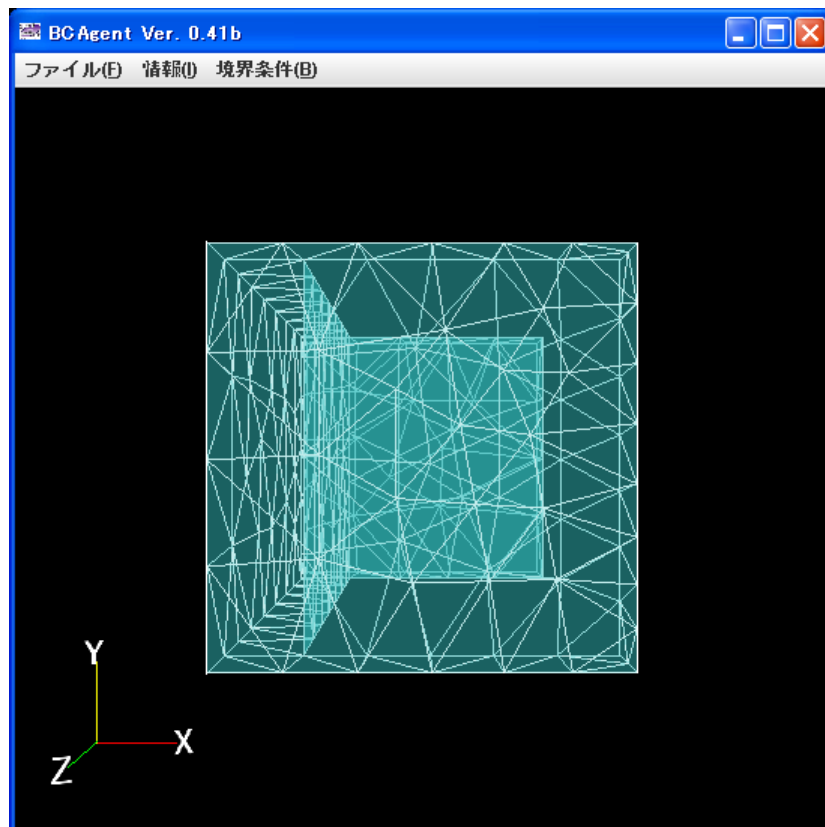
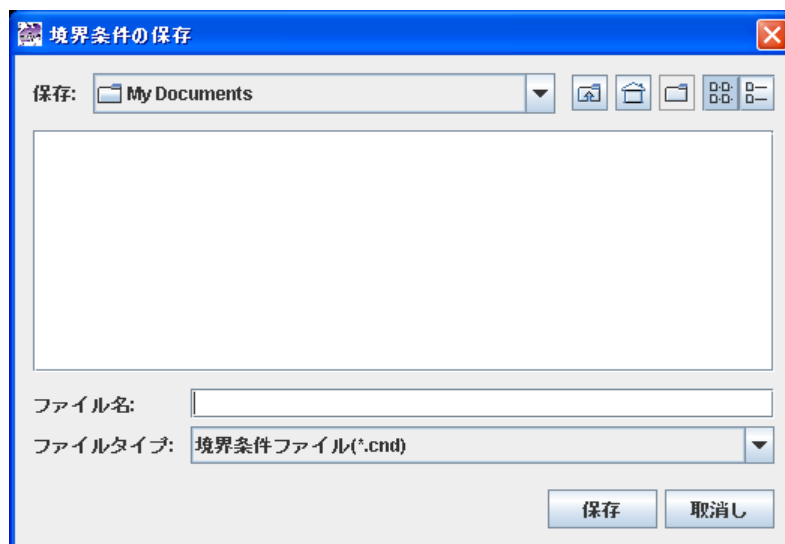

図 8.1-2 *.pch と *.pcg 読み込み直後
図 8.1-3 境界条件ファイル(cnd)保存指定ダイアログ
そしてメニューで”ファイル(F)”→”*.pch と *.pcg を開く (O)”を選択して下さい。例えば samples フォルダの中の cShape_2.0.pch と cShape_2.0.pcg を順に指定して下さい。表面パッチが読み込まれ、表示されます(図 8.1-2)。境界条件を設定してからメニューの”ファイル(F)”→”条件を別名保存(S)”を選択すると図 8.1-3 のダイアログが表示されますので、境界条件ファイルの名前を指定して下さい。拡張子の `cnd` は自動的に補われます。